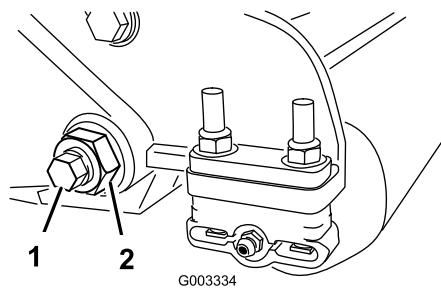
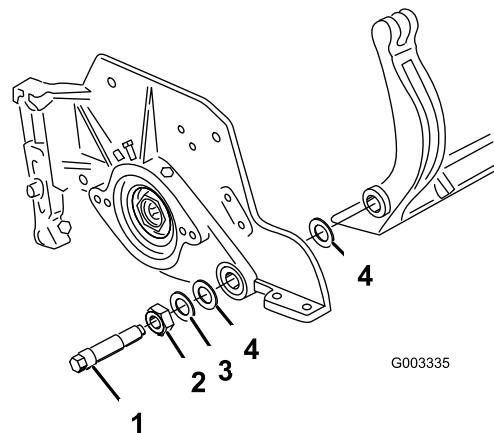

Bild 26
Bild 27
- Lösen Sie an jeder Seite der Maschine die Klemmmutter, mit der die Schraube des Untermesserträgers befestigt ist (Bild 26).
- Nehmen Sie jede Schraube des Untermesserträgers ab, damit der Untermesserträger nach unten gezogen und von der Maschine entfernt werden kann (Bild 26). Bewahren Sie die beiden Nylonscheiben und die beiden Scheiben aus gestanzten Stahl an jedem Ende des Untermessers auf (Bild 27).
- Befestigen Sie den Untermesserträger mit den Untermesserträgerschrauben (Muttern an den Schrauben) und den sechs Scheiben an jeder Seitenplatte. Legen Sie eine Nylonscheibe an jede Seite des Seitenplattenansatzes. Legen Sie eine Stahlscheibe außen auf jede Nylonscheibe (Bild 27). Ziehen Sie die Schrauben des Untermesserträgers auf 37–45 Nm an. Ziehen Sie die Sicherungsmuttern an, bis sich die Stahlscheibe außen nicht mehr dreht und kein Spiel am Ende vorhanden ist, ziehen Sie jedoch nicht zu stark an oder verbiegen Sie die